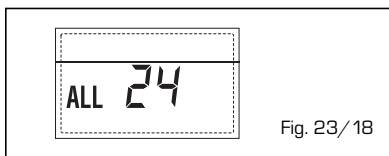

Fig. 23/18
- **ANOMALIA SONDA BOLLITORE SOLARE (S2) "ALL 25"** (fig. 23/19).